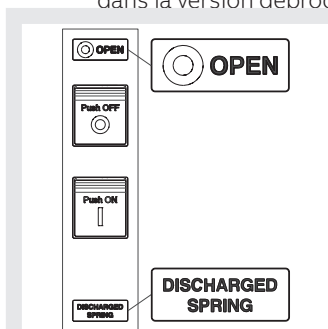

Figure 32
1. Disjoncteur ouvert avec ressorts débandés (voir Figure 32).